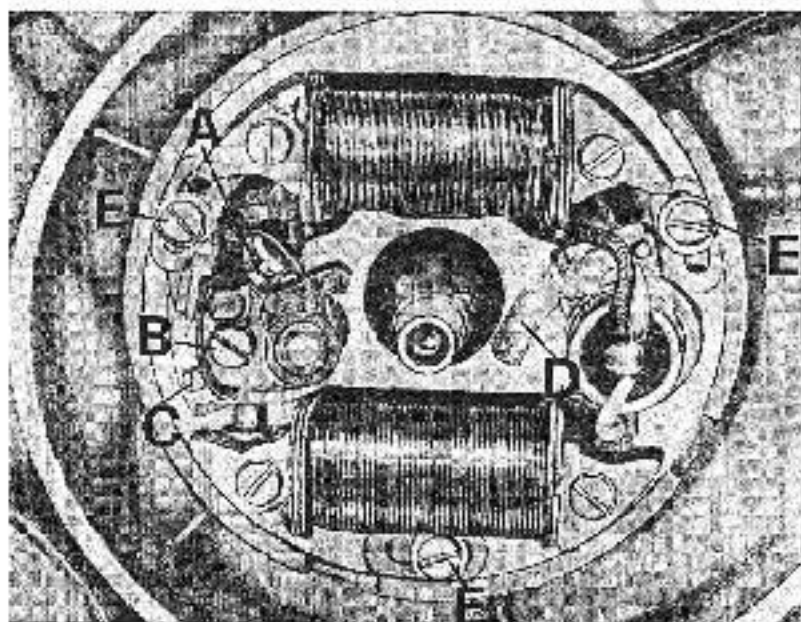

Fig. 19
Ruttore d'accensione (ved. fig. 19)
N.B. - Nella fig. 19 il volano appare srontato; lo smontaggio è stato effettuato al solo scopo di poter mostrare quali sono le parti da lubrificare e registrare; la manutenzione di queste parti viene eseguita attraverso la finestra del volano, restando opportunamente.
Se i contatti si aprono prima o dopo il punto stabilito, occorre allentare le viti (E) di fig. 19 che bloccano la parte fissa del volano al basamento, indi ruotare quest'ultimo a